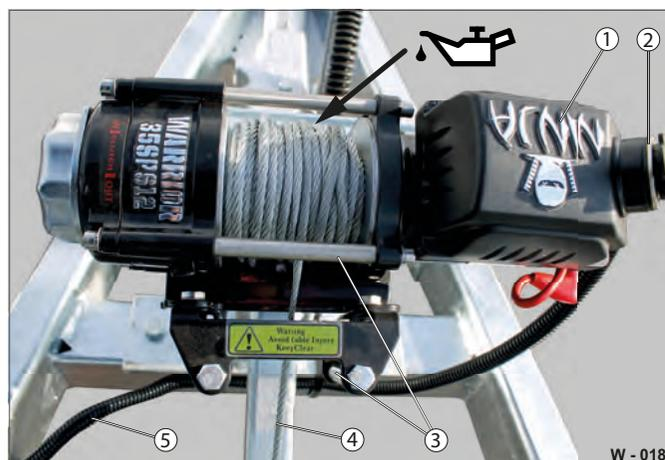

Fig. 18 Vérification / lubrification du treuil électrique
- ▶ Nettoyez les rouleaux de guidage (Fig. 18 /3).
- ▶ Examinez la partie déroulée du câble en acier (Fig. 18 /4) pour vous assurer qu'il n'est pas endommagé.
- ▶ Lubrifiez le câble en acier (Fig. 18 /4) avec de l'huile machine.
- ▶ Assurez-vous que le câble électrique (Fig. 18 /5) et la prise (Fig. 18 /2) ne sont pas endommagés.